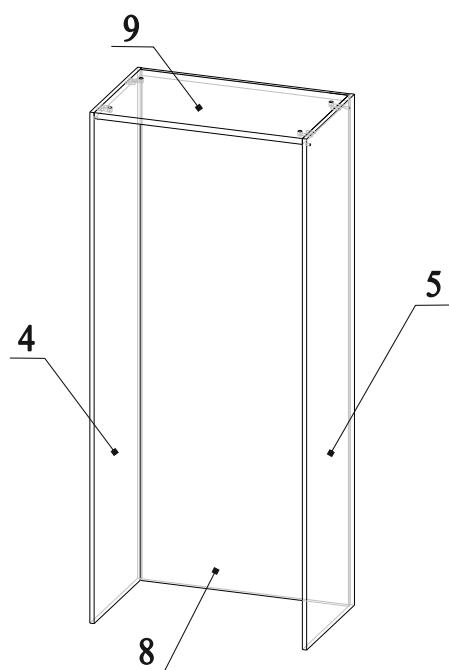

Рис.10
18. Соединить детали 4, 5, 8 и 9, затянуть эксцентрики по часовой стрелке до упора (рис.10);